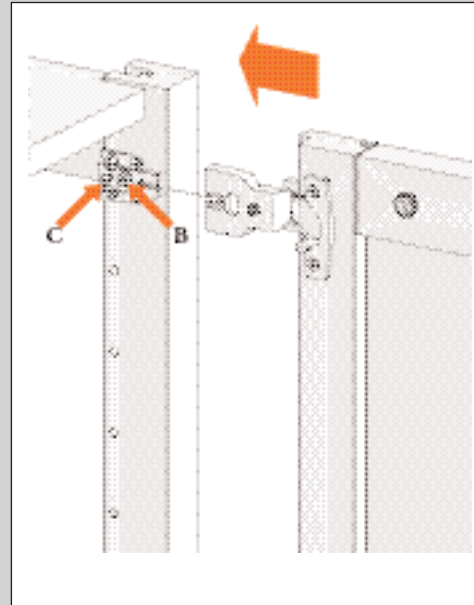

ABBILDUNG 8
7. Schieben Sie die Scharniere über die Montageplatten (siehe Abb. 8).